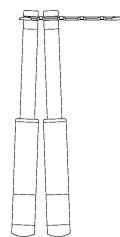
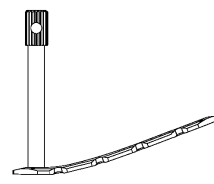

図 21-1
図 21-2
- 2) 骨面への設置性を確実にする為、必要に応じプレートのベンディングを行います。ハンドベンダーLを用いて、ロッキングホールが破壊されないよう慎重にベンディングを行って下さい。(図 21-1)ベンディング後、ベンディングした箇所近傍のロッキングホールにドリルスリーブが接続できるか確認して下さい。(図 21-2)